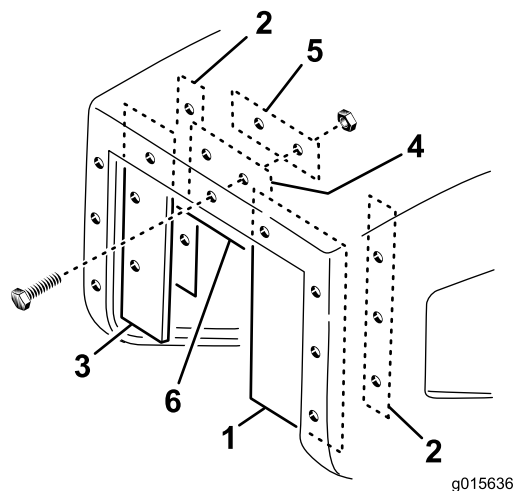

Figura 23
1. Prenda o resguardo largo à borda interior do lado direito na abertura do depósito de recolha com uma chapa comprida, 3 parafusos (n.º 10 x 1 pol.) e 3 porcas flangeadas (n.º 10), como se mostra na Figura 23.
2. Prenda o resguardo estreito à borda interior do lado esquerdo na abertura do depósito de recolha com uma chapa comprida, 3 parafusos (n.º 10 x 1 pol.) e 3 porcas flangeadas (n.º 10), como se mostra na Figura 23.
4. Prenda o resguardo superior à borda interior superior na abertura do depósito de recolha com uma chapa curta, 2 parafusos (n.º 10 x 1 pol.) e 2 porcas flangeadas (n.º 10), como se mostra na Figura 23.